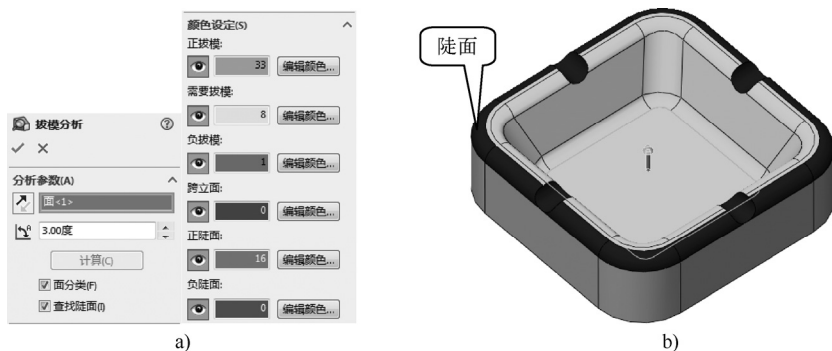

图 10-10 陡面效果
- “查找陡面”复选框：选中“面分类”复选框后，系统将显示该复选框。选中此复选框后，还将在操作区中显示陡面区域，如图 10-10 所示（陡面是包含部分拔模量不够的面）。